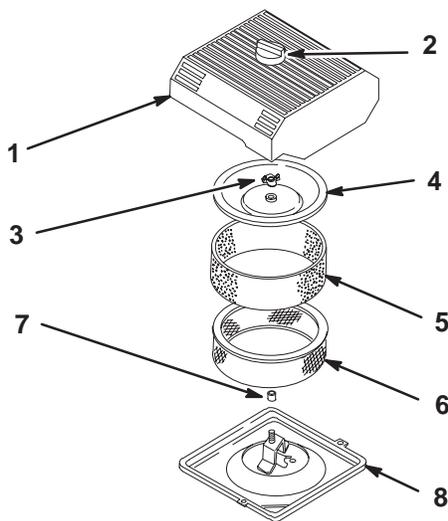

Bild 24
3. Reinigen Sie den Bereich um den Luftfilter herum, um zu verhindern, dass Schmutz in den Motor fällt und Schäden verursacht (Bild 24).
4. Schrauben Sie die Verschlusschraube los und entfernen den Luftfilterdeckel (Bild 24).
5. Schieben Sie den Schaumstoffeinsatz vorsichtig vom Papiereinsatz herunter (Bild 24).
6. Schrauben Sie die Deckelmutter los und entfernen den Deckel und den Papiereinsatz (Bild 24).
1. Schieben Sie das Schaumelement vorsichtig auf den Papiereinsatz (Bild 24).
3. Drehen Sie die Deckelmutter jetzt mit der Hand gegen den Deckel (Bild 24).
4. Bringen Sie die Luftfilterabdeckung und Verschlusschraube an (Bild 24).